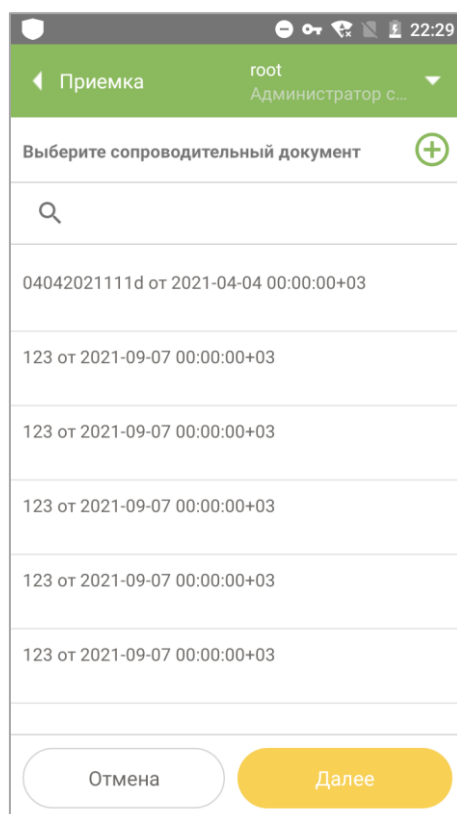

Рисунок 9.9
1. Нажать на иконку «Приемка» в главном меню приложения. Откроется окно со списком сопроводительных документов (Рисунок 9.9).